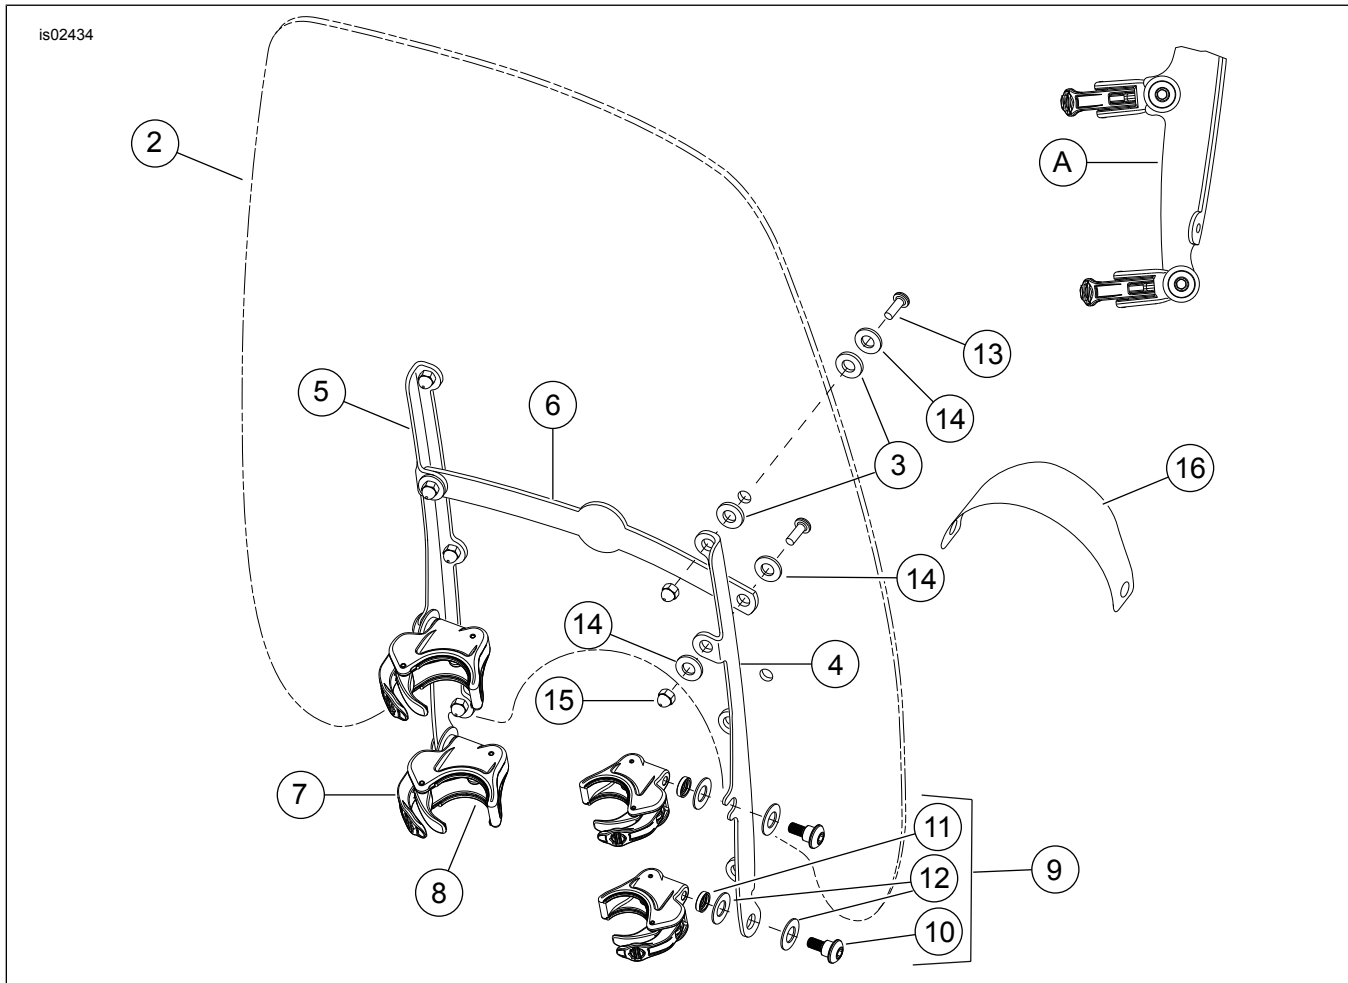

Figure 4. Mga Pamalit na Piyesa: Mga Kit ng VRSC na Mabilis na Release na Windshield (57338-08, 57340-08, 58617-09, 58630-09)
Tingnan ang Figure 4 at Talahanayan 2.
- a. Tingnan ang Figure 4 . Kunin ang Headlamp Visor (16) mula sa kit. Tingnan ang Figure 1 . Tanggalin ang dalawang turnilyo (3) sinisiguro ang headlamp (1) sa pangmount na bracket ng headlamp. Ikabit ang headlamp visor sa headlamp (iposisyon tulad ng ipinapakita sa Figure 4) at isiguro ang headlamp na may visor sa bracket ng headlamp gamit ang dalawang turnilyo.
2. Tingnan ang Figure 4 . Alisin pareho ang clamp at hardware kit mula sa balot nito, at ihiwalay ang kahalintulad na mga parte bilang paghahanda sa pagbubuo nito.